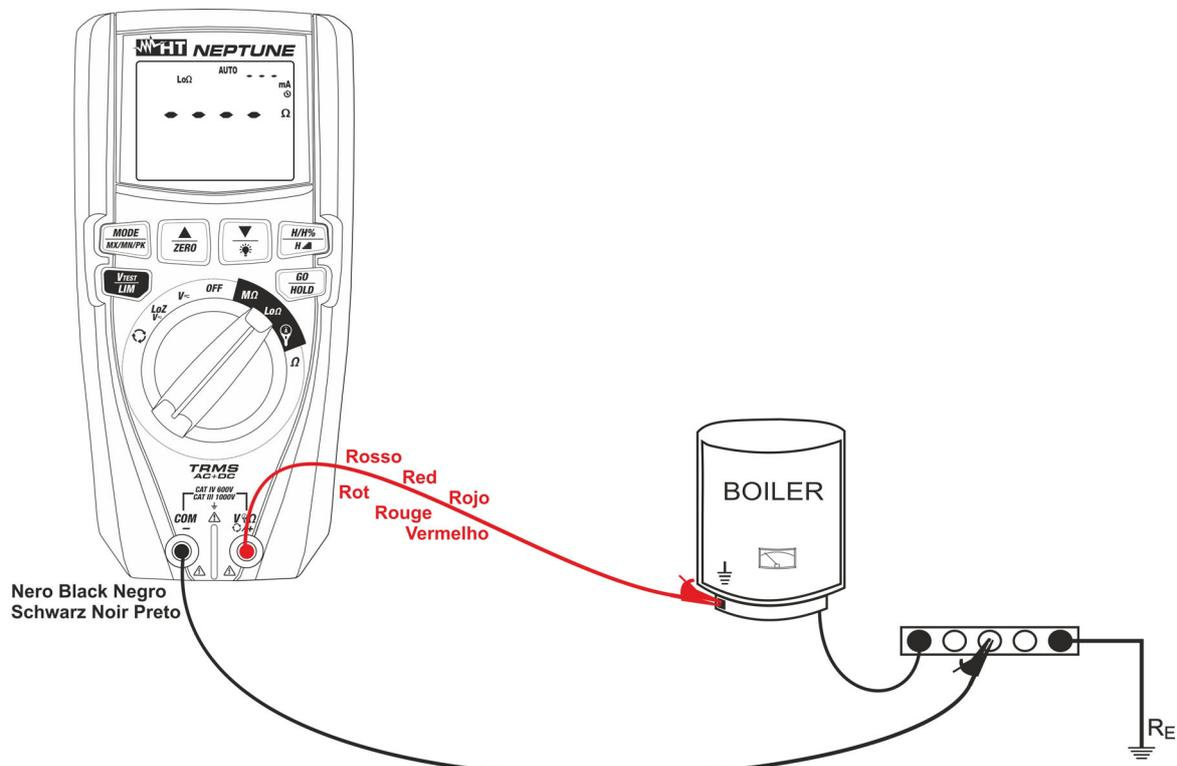

Fig. 25: Uso do instrumento para a medição da continuidade no modo AUTO
7. Inserir o condutor vermelho no terminal de entrada **V Ω +/+** e o condutor preto no terminal de entrada **COM/-** e ligar o instrumento à instalação em exame (ver Fig. 25)